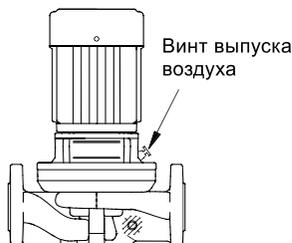

Рисунок 6 –Выпуск воздуха из насоса
1. Закрывать задвижку на стороне нагнетания насоса и открыть винт воздухоотводчика в промежуточном корпусе насоса (рис. 6).
2. Отвернуть винт выпуска воздуха (рис. 6).
3. При пуске из насоса нужно удалить воздух, ослабив для этого расположенный в промежуточном корпусе насоса винт выпуска воздуха до тех пор, пока из отверстия для выпуска воздуха не потечет рабочая жидкость (рис. 6).